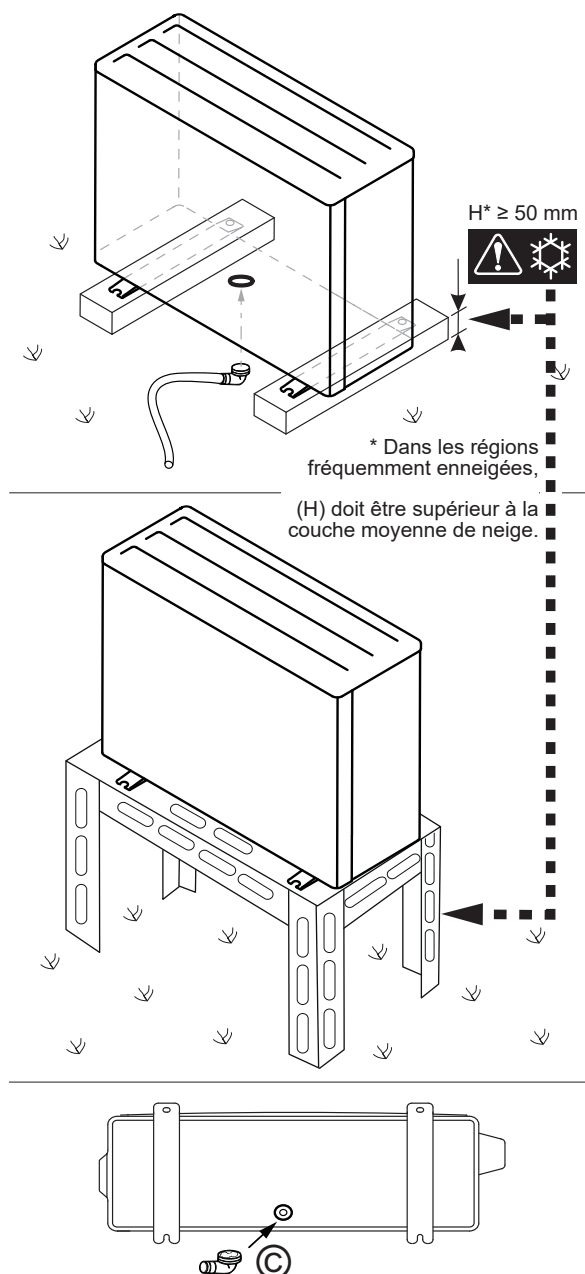

fig. 15 - Pose de l'unité extérieure, évacuation des condensats
- En fonctionnement, de l'eau peut s'évacuer de l'unité extérieure. Ne pas installer l'appareil sur une terrasse, mais préférer un endroit drainé (lit de graviers ou sable). Si l'installation est réalisée dans une région où la température peut être inférieure à 0°C pendant une longue période, vérifier que la présence de glace ne présente aucun danger. Il est aussi possible de raccorder un tuyau d'évacuation sur l'unité extérieure (fig. 15).
L'unité extérieure doit être surélevée d'au moins 50 mm par rapport au sol. Dans les régions enneigées, cette hauteur doit être augmentée mais ne pas dépasser 1.5 m (fig. 15).
(voir fig. 15).